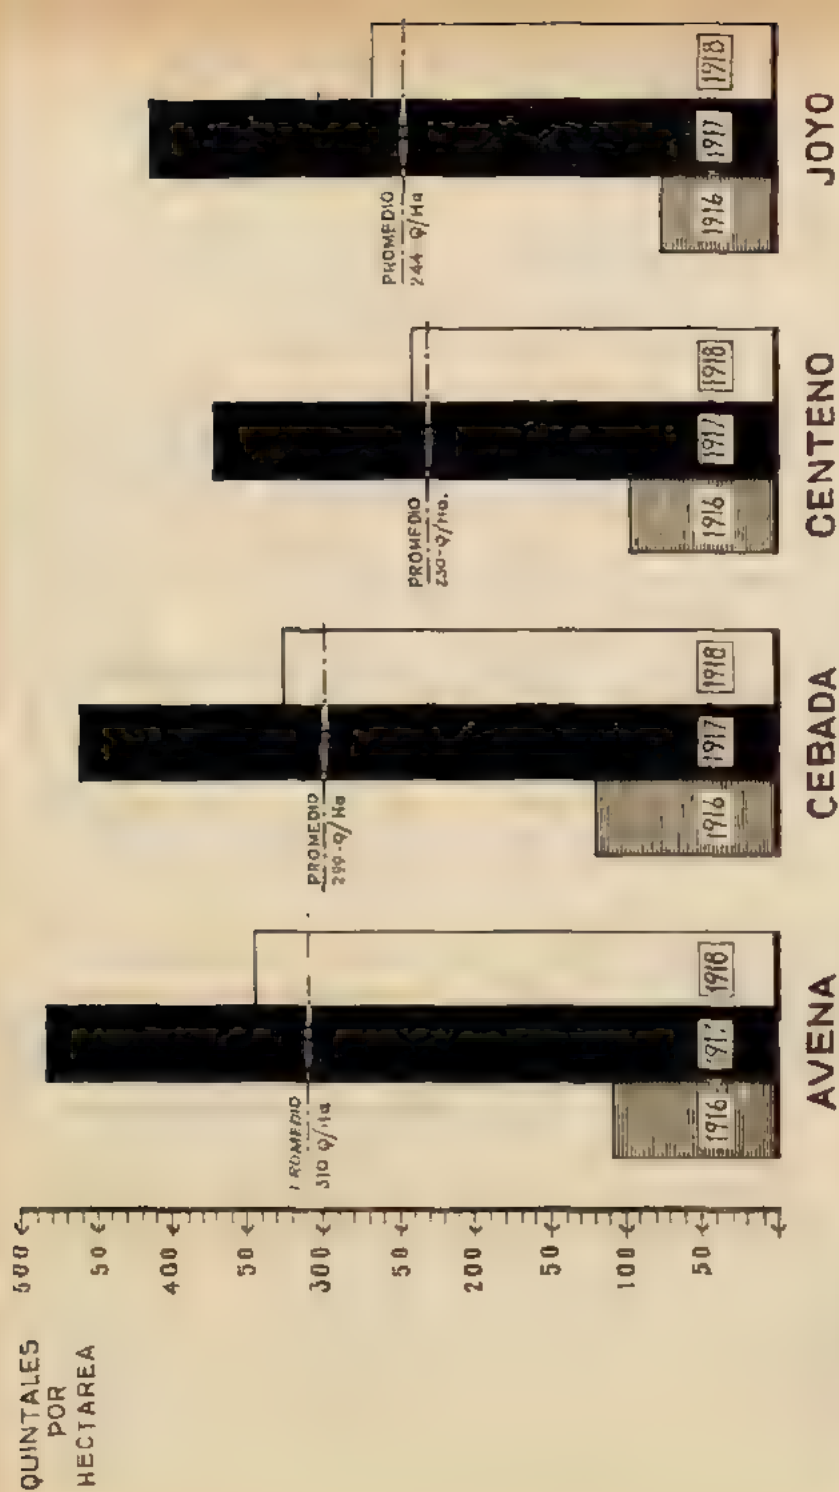

Fig. 1. Documentación gráfica de la superioridad del avenal de forraje sobre otros gramíneos forrajeros correspondientes a la estación fría
**E**L primer escudo que representó los dominios coloniales en esta margen del Plata, fué el otorgado a Montevideo, ciudad donde tenían asiento las autoridades españolas. No existe, según don Andrés Lamas, ningún documento que haga mención a la fecha en que fué promulgado el decreto real determinando sus características y, en consecuencia, debemos basarnos para su reconstrucción en la medalla acuñada por orden del Cabildo de esta ciudad con motivo de la jura de Carlos IV. En este escudo aparece el cerro de Montevideo con un castillo de tres torres en su cumbre; a su pie, el mar, y en la base del cerro, un yacaré. Por sobre estos emblemas, una cinta con la siguiente inscripción: "Castilla es mi corona". En la parte superior de la orla que le circunda, una corona ducal (Fig. 1).
último para no insistir sobre el caso. La gráfica anexa al texto (Fig. 1) trazada en base a las cifras de rendimiento recogidas en los aludidos ensayos metódicos, documenta claramente la prioridad de la avena en producción promediada de materia verde, al lado de las demás especies integrantes de la experimentación.